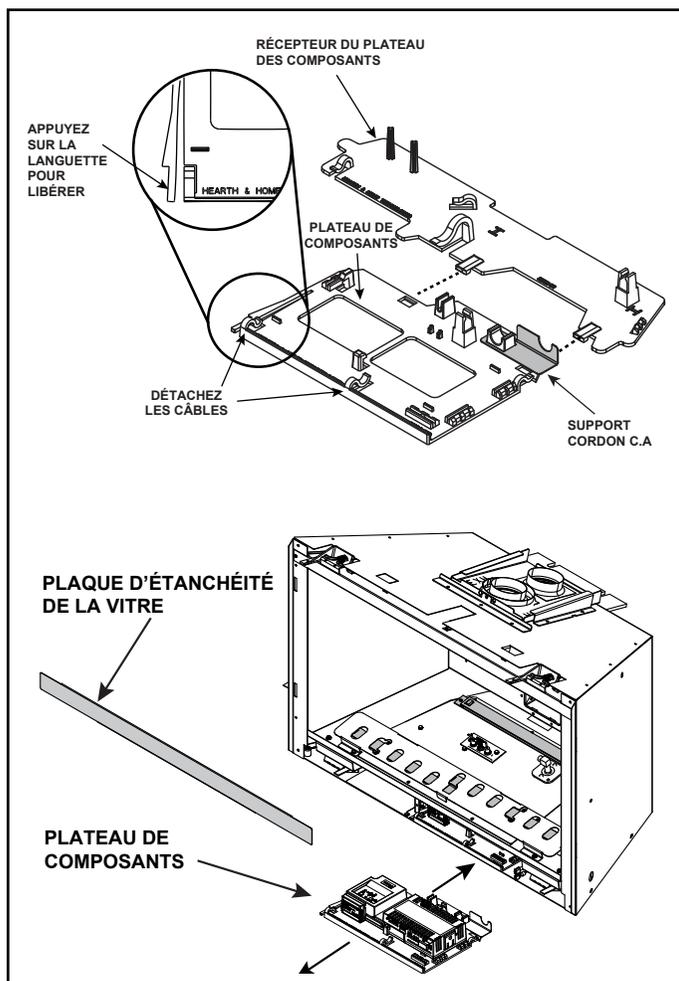

Figure 4.4 Figure 4.4 Accès au plateau de composants
- Pour y accéder, faites glisser le plateau de composants vers l'extérieur. Voir la figure 4.4.
Remarque : Il peut être nécessaire de retirer les câbles des pinces pour un accès complet. Voir Figure 4.4.